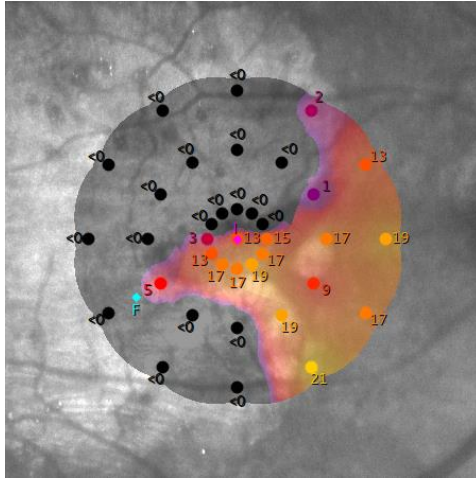

Fig. 52 – Mappa di sensibilità interpolata (strategia 4-2)
- stimoli e relativa soglia di sensibilità in dB: è anche possibile visualizzare la mappa di sensibilità interpolata (v. Fig. 52), cioè una mappa 2D che rappresenta la sensibilità in ogni punto della retina utilizzando l'informazione degli stimoli circostanti;
Visualizzazione degli stimoli e dei corrispettivi valori di soglia / visualizzazione mappa di sensibilità interpolata (v. Fig. 52) / disattivazione degli stimoli / visualizzazione degli stimoli con i relativi ID [preceduti da "#"] (4 opzioni)